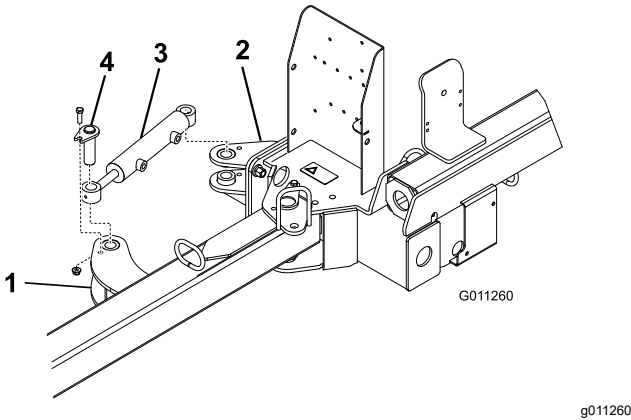

Figura 6
2. Sujete cada extremo del cilindro hidráulico a un soporte del actuador con un pasador, un perno (3/8" x 1 1/4") y una tuerca con arandela prensada (3/8") (Figura 6).